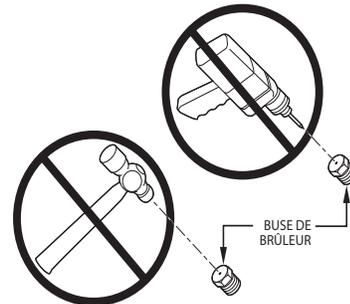

Fig. 61 – Trou de la buse
1. Retirez les bouchons de vidange central et supérieur de la boîte collectrice, à l'opposé du siphon de condensat. Consultez la Fig. 61.
- Raccordez le tube de 16 mm (5/8 po) de diamètre intérieur, fourni sur place, accompagné de son entonnoir, au raccord d'évacuation supérieur de la boîte collectrice (consultez la Fig. 61).